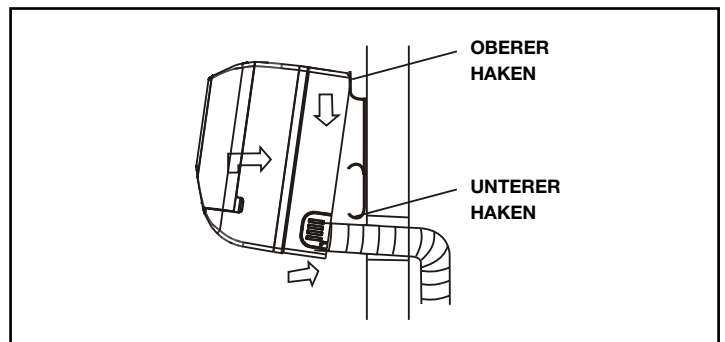

Abb. 6
2. Befestigen Sie den oberen Teil der Einheit wie auf der Abb. 6 gezeigt an der Platte und bewegen Sie sie dann von rechts nach links, um sich zu vergewissern, dass sie fest sitzt.